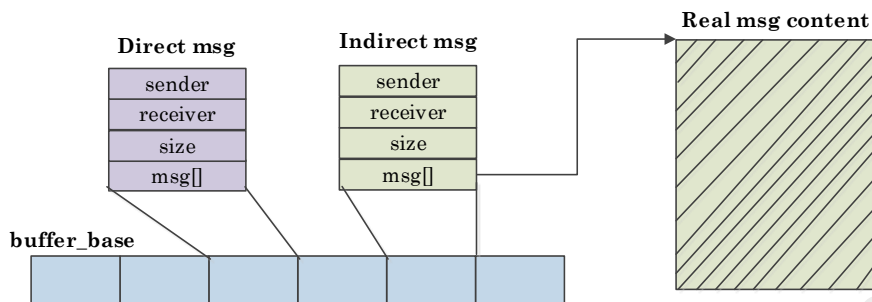

图 5-4 IPC message
- 2) `size` 很大（超过 `MAX_MSG_LEN`），比如下图 5-4 一块 dump 信息或真实消息内容不方便放置在 `msg[]` 数组中。推荐方案是将这个消息的所在 `memory` 物理地址和 `size` 存储在 `msg[]` 数组中，通信内容大小为 4 赋值给 `size`。